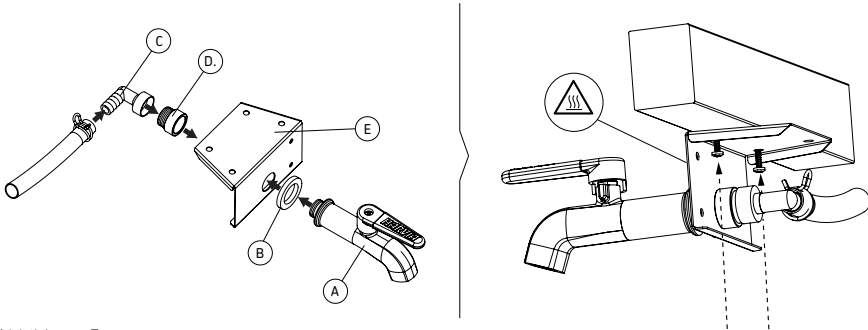

Abbildung 5.
B. Unter dem Holzteil mit Wasserhahn-Befestigungselement (Abbildung 5.)
1. Setzen Sie den Wasserhahn (A), die Dichtung (B), den Clip (C), Wasserhahnverlängerung (D) und die Wasserhahnhalterung (E) zusammen, mit der Dichtung auf der Seite des Wasserhahns.